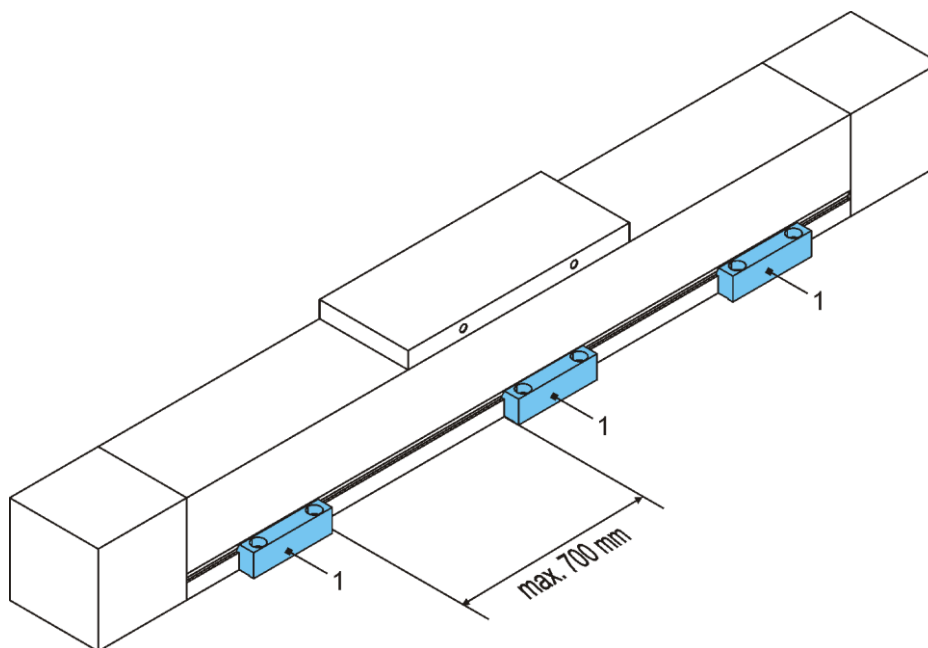

Figura 2: Listelli di fissaggio (1)
1. Fissare i listelli di fissaggio (1) provvisoriamente nella posizione indicata, senza serrarli (Figura 2).
3. Serrare i listelli di fissaggio (1)